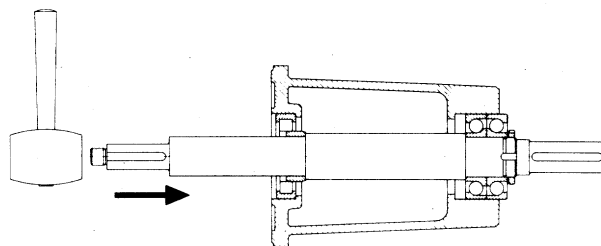

Рис. 13
- Извлечь штифт (73).
- Отвернув болт с шестигранной головкой (S5) и соответственно шестигранные гайки (M5), снимите фонарь (11).
- Отвернув болт с шестигранной головкой (S6), снимите крышку подшипника (12).
- Продвиньте вал (24) с радиально-упорными подшипниками (K2) и внутренним кольцом роликового подшипника (K1) осторожно ударяя деревянным или пластиковым молотком, к приводному концу(рис.13).